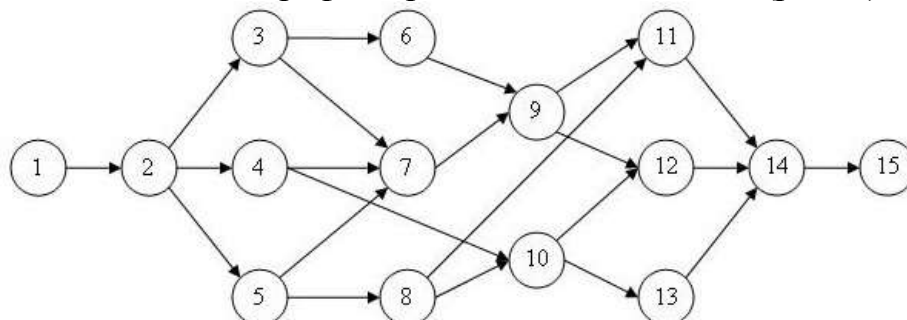

Рис.1. Сетевой график проекта
8.2. Известно, что сетевой график проекта «А» имеет вид (рис.1.).